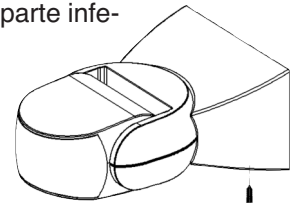

Figura 1
- Afloje el tornillo en la parte inferior y retire la parte inferior (figura 1).